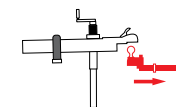

Figure 36
10. Éloignez lentement le véhicule de remorquage, verrouillez le coupleur de la remorque et vous avez terminé. (Figure 36)